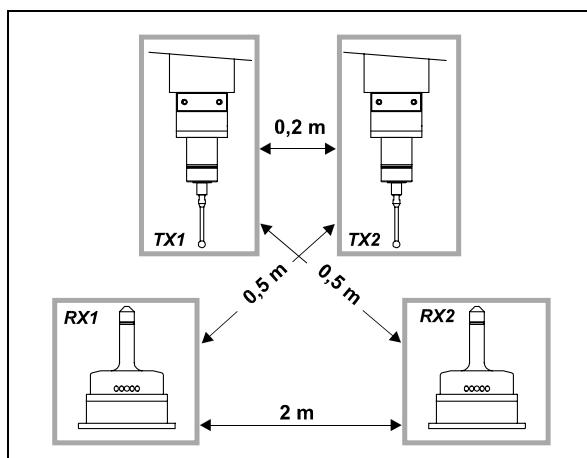

Figura 6-2. Distancias de utilización para más sistemas.
**NOTA:** en el caso de utilización de 2 sistemas en la misma máquina (por ej. Centros de mecanizado de doble husillo), además de respetar las distancias indicadas Figura 6-2, hay que utilizar dos canales NO adyacentes y códigos de identificación "A" y "D".